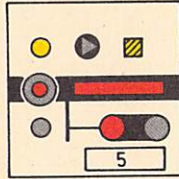

Bild 49
- (6) Die Bedienung wird bei besetztem Blockabschnitt gespeichert, der Festlegeüberwachungsmelder blinkt gelb (vgl. Bild 49). **Speichern der Bedienung**